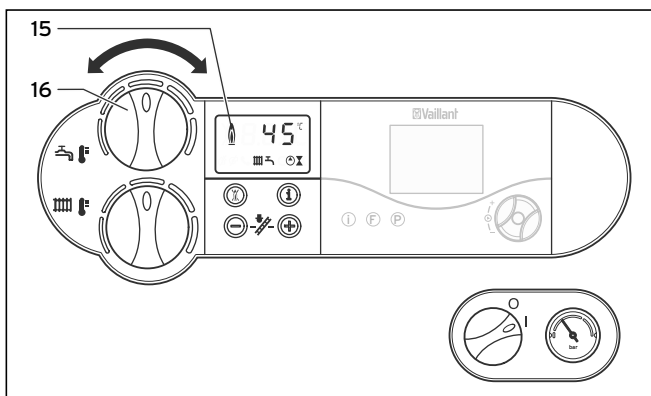

Рис. 4.6 Настройка температуры накопителя
При температуре накопителя ниже настроенной аппарат автоматически включается и подогревает накопитель. Во время заполнения накопителя на дисплее мигает индикация см. рис. 4.6.
- Для этого поверните ручку (16) для настройки температуры горячей воды до упора влево, см. рис. 4.6. Для накопителя активной останется функция защиты от мороза.